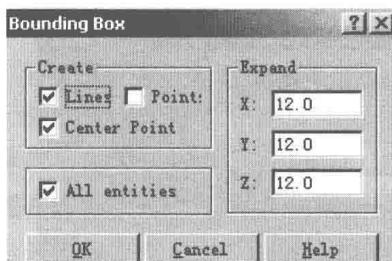

图 1-13
(12) 边界盒功能的改进，选择 Bounding Box (边界盒) 选项，打开边界盒对话框，如图 1-13 所示，可改变对话框参数，得到不同边界盒。